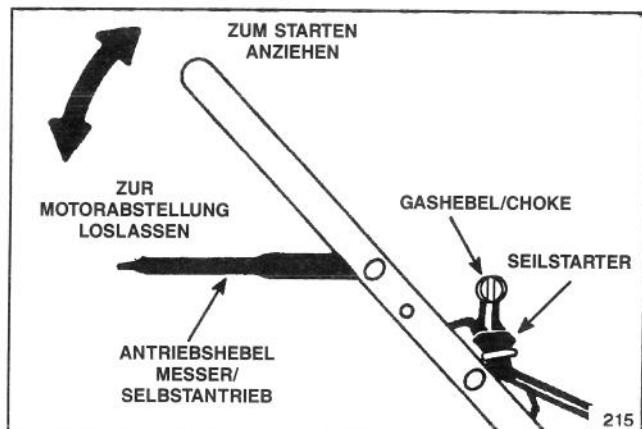
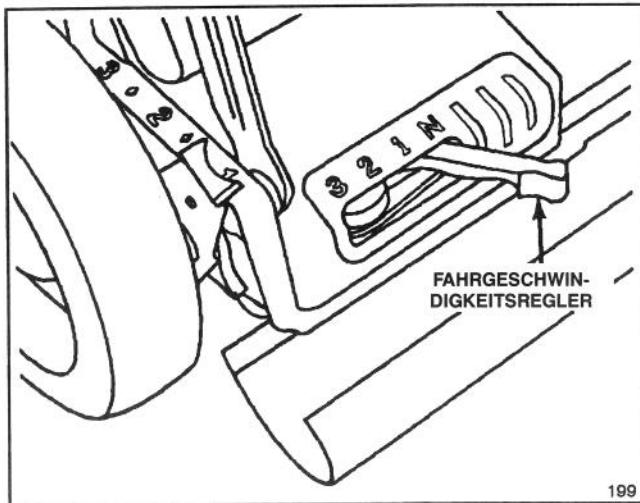
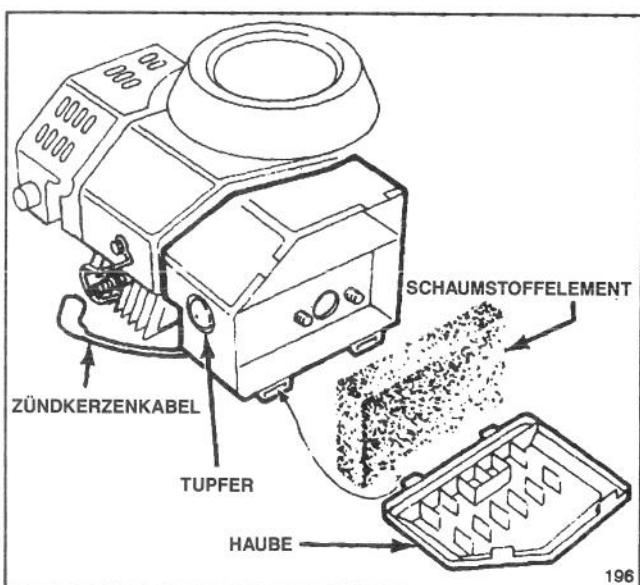

Abbildung 12
Abbildung 13
Abbildung 16
1. BEDIENUNGSELEMENTE—Gashebel, Messer/Selbstantriebs-hebel und Seilstarter befinden sich auf der Schiebestange oben (Abb. 12). Der Fahrgeschwindigkeitsregler ist am hinteren Mähergehäuse angeordnet (Abb. 13).
2. Zündkabel auf Zündkerze aufstecken (Abb. 16).
3. MOTORSTART—Der Fahrgeschwindigkeitsregler muß auf N stehen und der Gashebel auf CHOKE. Den Daumen auf das Loch in der Mitte des Tupsers setzen und ein Mal drücken. (Abb. 16) Antriebshebel gegen Schiebestange halten. Seilstarter betätigen (Abb. 12) bis Motor anspringt, dann kräftig ziehen, bis Motor anspringt. Gas bei laufendem Motor wunschgemäß regulieren.
5. ABSTELLEN DES MOTORS (Abb. 12)—Fahrgeschwindigkeitsregler auf N stellen. Antriebshebel loslassen, um Fahrantrieb, Motor und Messer abzustellen. Kabel aus der Zündkerze herausziehen, wenn der Mäher nicht beaufsichtigt oder benutzt wird.
1. Stellen Sie den Motor ab und ziehen Sie das Zündkabel aus der Zündkerze (Abb. 16).
2. Streifen an der Oberseite der Luftfilterhaube anheben und Haube abheben. Haube sorgfältig säubern (Abb. 16).
3. Falls die Außenseite des Schaumstoffelements schmutzig ist, vom Luftfiltergehäuse entfernen (Abb. 16). Sorgfältig säubern.
- Den Motor abstellen und das Zündkabel aus der Zündkerze ziehen (Abb. 16).
- Motor abstellen und Zündkabel aus der Zündkerze ziehen (Abb. 16).
1. Motor abstellen und Zündkabel aus der Zündkerze ziehen (Abb. 16).
1. Motor abstellen und Kabel aus der Zündkerze ziehen (Abb. 16).